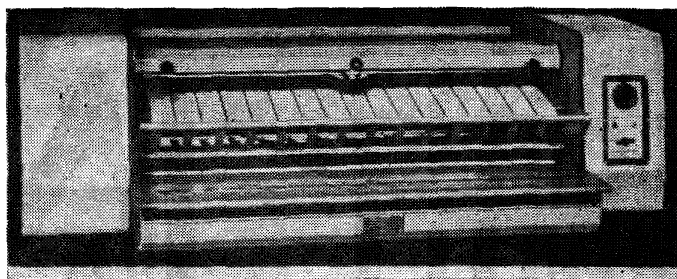

Рис. 45. Светокопировальный аппарат СКН-2
9.3. Светокопировальный аппарат СҚН-2 (рис. 45) предназначен